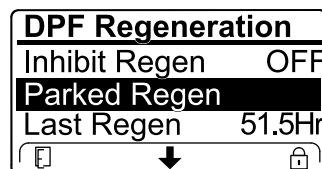

図 56
- エンジンコンピュータがリカバリ再生を要求している、またはリカバリ再生の処理中である時には、駐車再生 PARKED REGENを選択することはできません。駐車再生はロックされ、施錠アイコン図56がインフォセンターの右下に表示されます。